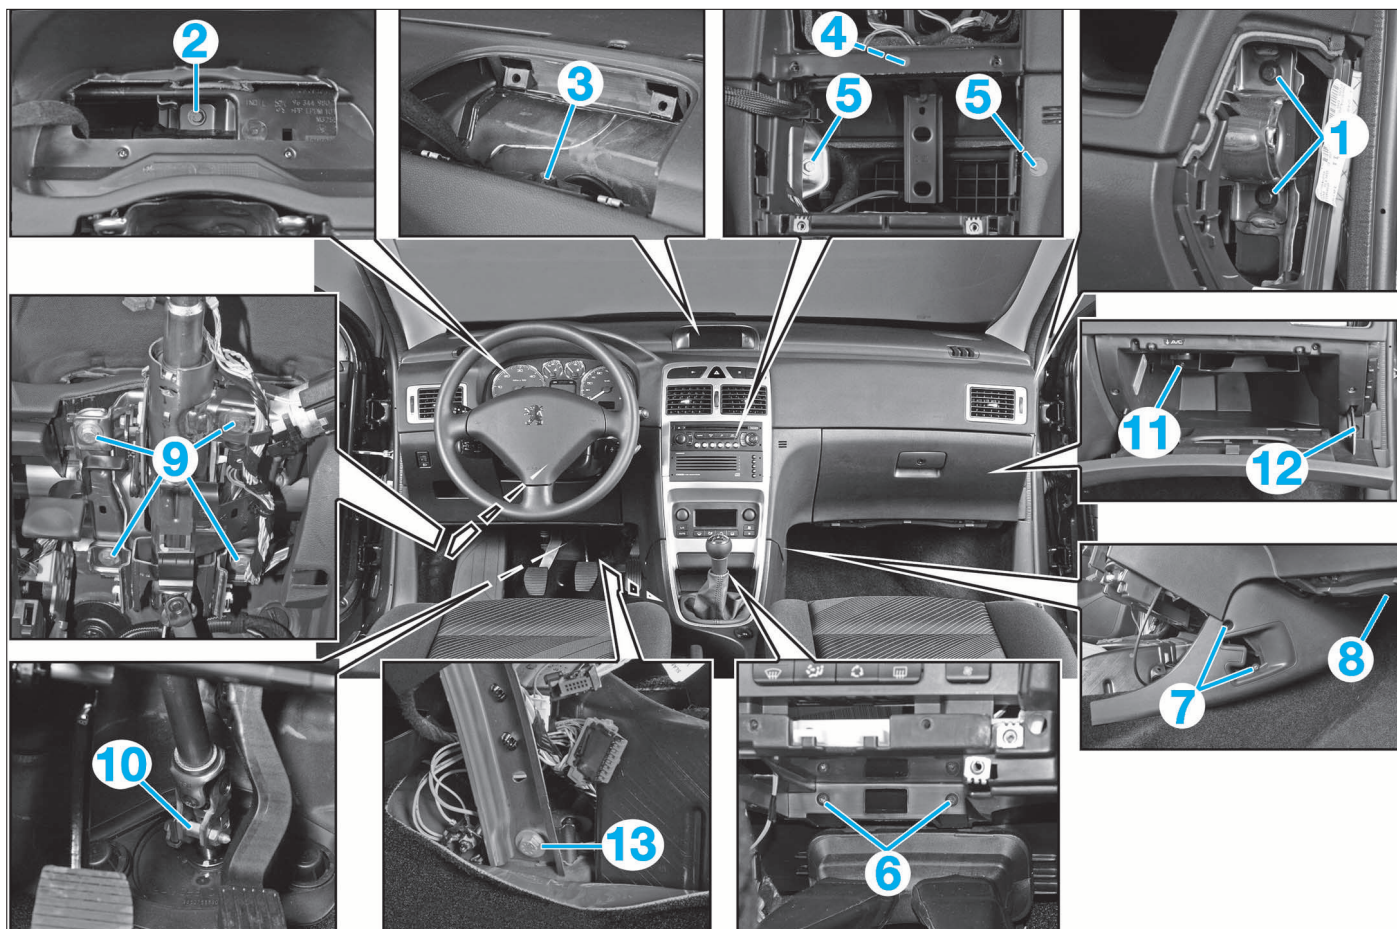

FIG. 34
- A chaque extrémité de la planche de bord, déposer les vis (1) de fixation de la traverse principale (Fig.34).
- Dans le logement du combiné d'instruments, déposer la vis (2).
- Dans le logement de l'afficheur multifonctions, déposer le vis (3).
- Dans le logement du système audio et des aérateurs centraux, déposer la vis (4) et les 2 vis (5).
- A la base de la console centrale, déposer les 2 vis (6).
- De part et d'autre de la console centrale, déposer les flasques maintenus par les vis (7) et le clip (8).
- Déposer les 4 vis (9) de fixation du support de colonne de direction.
- Déposer la vis (10) du cardan d'accouplement et sortir l'ensemble colonne-support.
- Ouvrir la boîte à gants et déposer, dans le fond, la vis (11) et à la base de la charnière droite, la vis (12).
- Au pied du conducteur, déposer la vis (13) de la béquille de soutien.